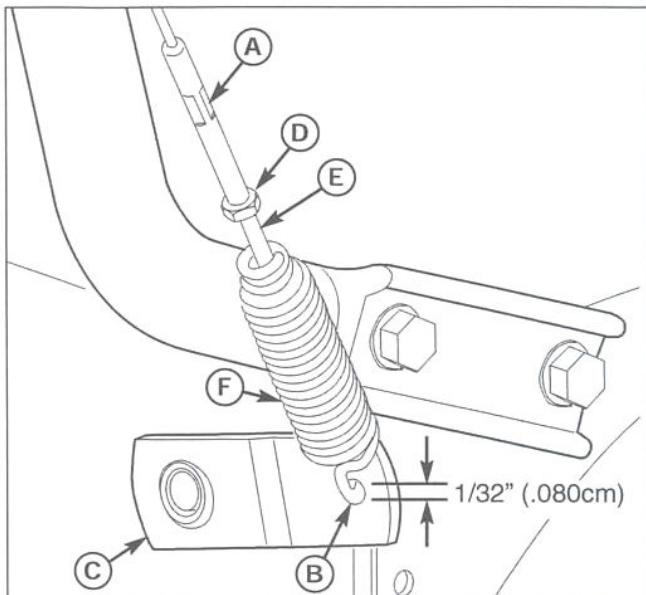

Рис. 20. Регулировка троса привода шнека
1. Отпустите рычаг привода, крюк (B, рис. 20) должен едва касаться рычага (C), но не поднимать его. Максимальный зазор должен составлять 0,8 мм.
2. Чтобы произвести регулировку, ослабьте гайку (D), удерживая наконечник троса (A) и поворачивая гайку (D). Поворачивайте наконечник тяги и удерживайте регулировочный винт. Регулировочный винт – это крестообразный винт, поворачивать или удерживать который нужно, вставив отвертку через пружину (F).
3. Удерживайте наконечник троса (A) и затяните гайку (D).